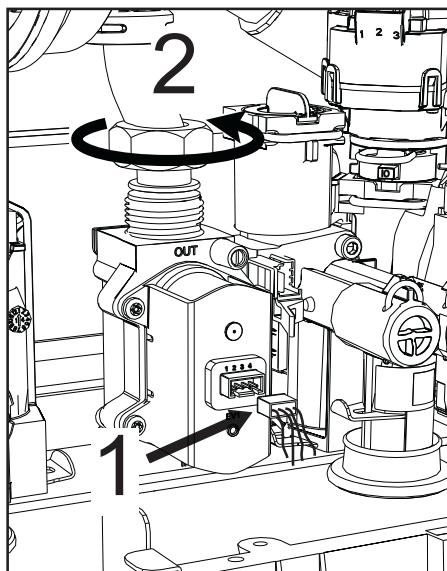

fig. 43
- Deconectați conexoarele electrice „1” (fig. 43).
- Deconectați furtunul de alimentare cu gaz „2” (fig. 43)